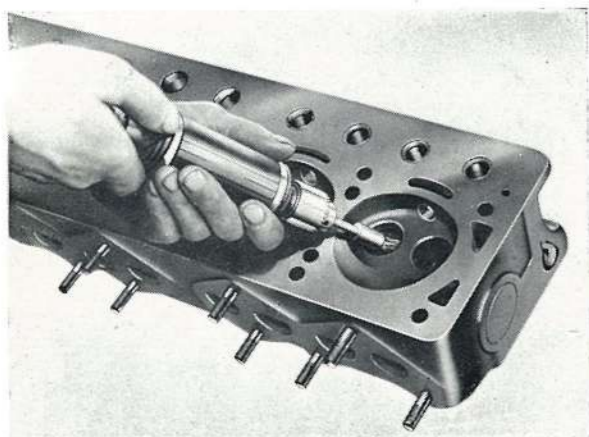

FIG. 10
2. Enlever tous les dépôts de calamine des chambres d'explosion, des sièges de soupapes et dans les chapelles d'échappement au moyen de grattoirs appropriés ou d'une brosse rotative pneumatique comme indiqué à la figure 10.